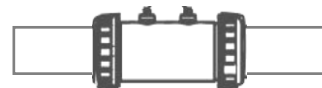

Fig 07
- Positionner les 2 cosses (marron et bleu) indifféremment sur l'une des bornes de la cellule (fig 07).